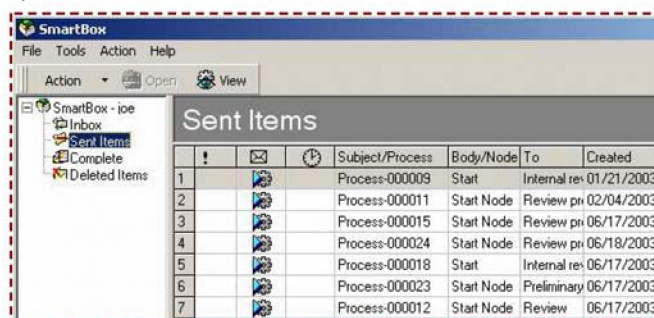

Рис.16. Полученный список процессов
- Нажмите «Sent Items», чтобы просмотреть список процессов, которые Джо уже запустил (рис. 16).